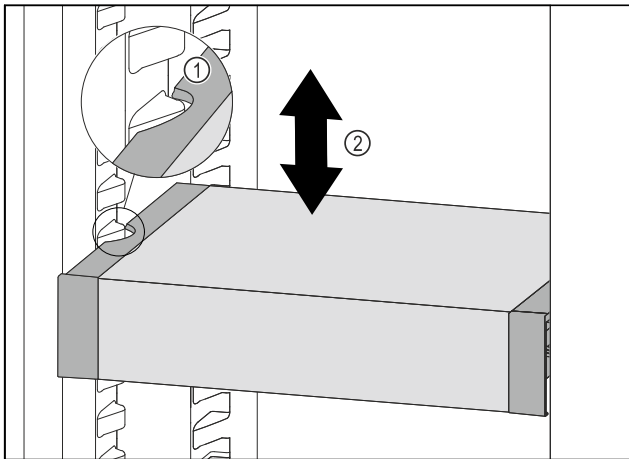

Fig. 90
- ▶ VarioSafe nach vorne ziehen, bis sich die seitlichen Aussparungen des VarioSafes auf Höhe der Behälterrippe im Kühlteil befinden. Fig. 90 (1)
- ▶ VarioSafe im Kühlteil nach oben oder unten bewegen, bis gewünschte Höhe erreicht ist. Fig. 90 (2)